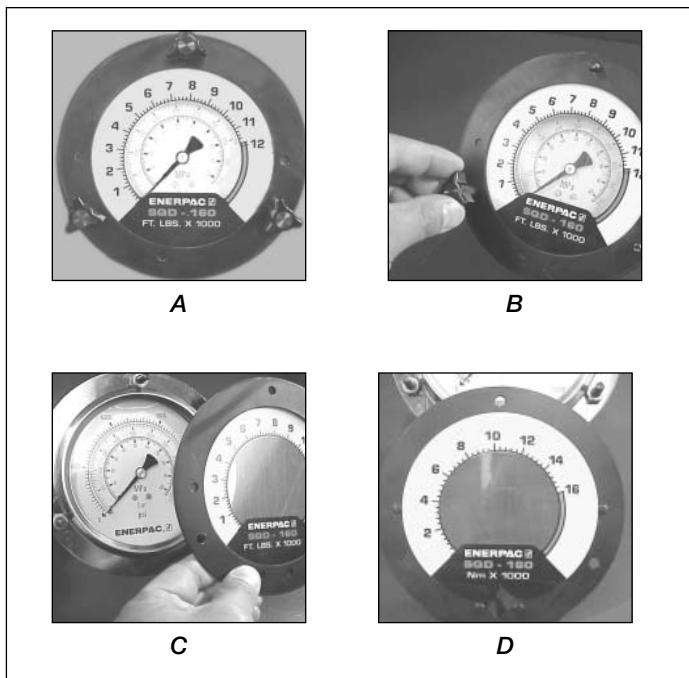

図10 オーバーレイの取り付け
ポンプには、圧力計が付属されています。また、トルク値表示オーバーレイも各ポンプに付属しています。トルクオーバーレイを圧力計の目盛面にかぶせるだけで、圧力読み取りとトルク読み取りを簡単に切り替えることができます(図10のA参照)。オーバーレイの一方の面はヤード・ポンド単位(Ft-lbs)、片方の面はメートル単位(Nm)を表示するようになっています。オーバーレイカバーを裏返して、目盛の単位を変更できます。
1. 圧力計の正面フランジを所定の位置に保持している3つの黒いウイングノブを外します(図10のB参照)。
2. 正面フランジとオーバーレイを取り外します(図10のC参照)。
3. 新しいオーバーレイをフランジにかぶせます(ご使用のEnerpacトルクレンチに適したオーバーレイか必ず確認してください)。オーバーレイをフランジの裏にあるくぼみに合わせます(図10のD参照)。
4. オーバーレイとフランジを重ねて持ちながら(図10のC参照)、フランジをノブスタッドに入れます。必要に応じて、オーバーレイの位置を調整して、ノブを指で締めます(図10のB参照)。フランジとオーバーレイが圧力計に押し付けられ、定位置に固定されます。トルク設定に必要な圧力値については、トルクレンチの説明書を参照してください。最大圧力値はレンチやアクセサリーの種類によって異なりますので、ご注意ください。